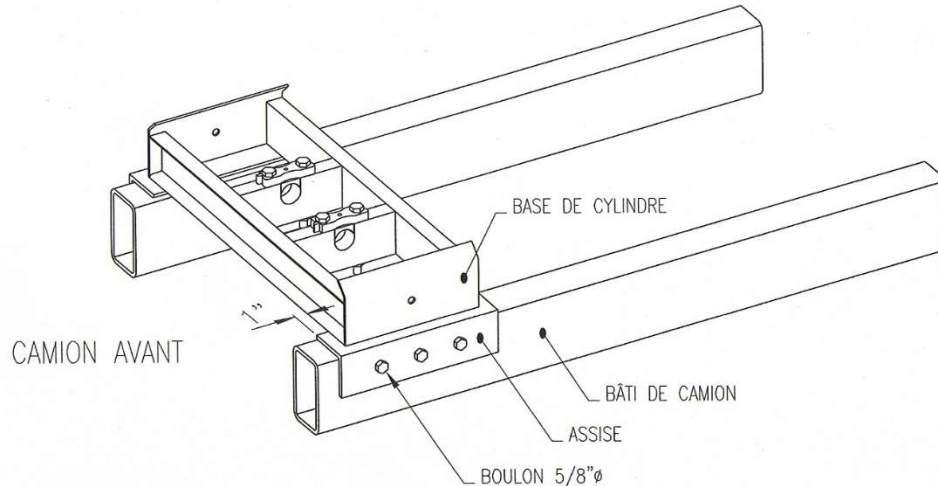

Fig. 2 – Localisation des assises
Installez les assises (fer angle) de la base de cylindre sur le bâti du camion. Notez que la base doit se localiser à un (1) pouce du bord avant des assises. Voir figure 2.